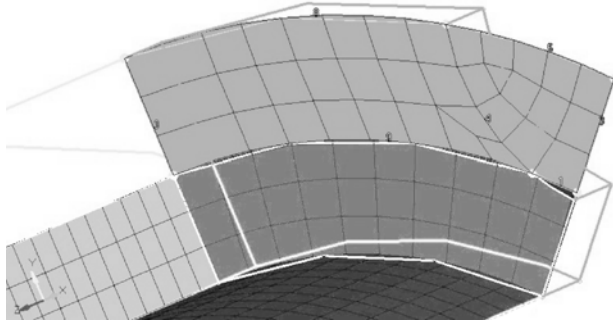

图 5-85 选择曲面
- (1) 进入 tool>mask 面板。
- (2) 将“对象”选择器转换为 solids 类型。
- (3) 单击 umask all 按钮。
- (4) 选择斜齿轮几何体，单击 mask 按钮。
- (5) 单击 return 按钮。
- (6) 单击工具栏的快捷按钮 ，使几何模型显示为线框模式。
- (7) 进入 2D>automesh 面板。
- (8) 系统默认进入 size and bias 子面板。
- (9) 选择如图 5-85 所示曲面，单击 mesh 按钮。
- (10) 对网格节点数进行如图 5-85 所示的调整。
- (11) 单击 return 按钮。